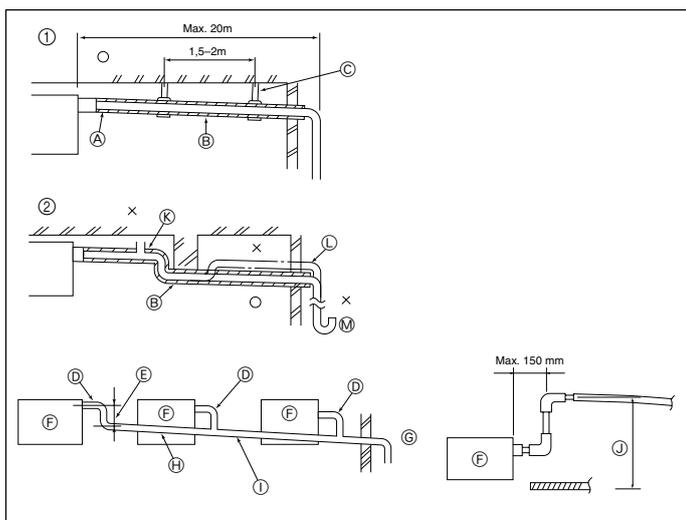

Fig. 6-1
6.1. Installatie van Draineerbuisen (Fig. 6-1)
- ① Juist aangelegde leidingen
- ② Onjuist aangelegde leidingen
- ③ A Isolatie (tenminste 9 mm)
- ④ Naar beneden lopend verval (1/100 of meer)
- ⑤ Ophangbeugel
- ⑥ Ontluchter